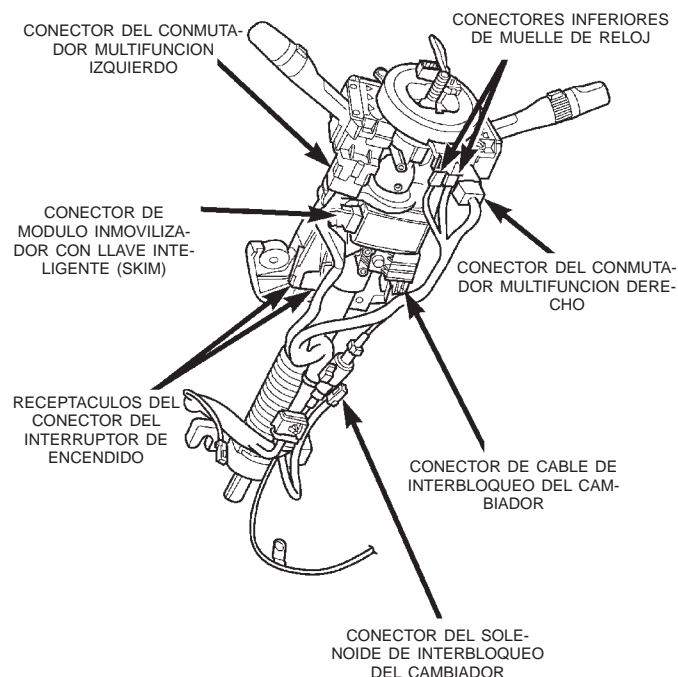

Fig. 34 Conexiones de la columna de dirección
(13) Descalce las dos mitades de la cubierta de la columna de dirección inclinable y retire ambas mitades de la columna de dirección.
(14) Desconecte los conectores de mazo de cables del tablero de instrumentos de los siguientes componentes de la columna de dirección (Fig. 34):
(22) Instale los ojales de masa de los conectores de mazo de cables del tablero de instrumentos en los espárragos del túnel de la transmisión de la plancha del suelo de la carrocería, en frente de y detrás del módulo de control del airbag y fije los ojales con tuercas. Apriete las tuercas con una torsión de 7,3 N·m (65 lbs. pulg.).
(23) Conecte nuevamente los conectores de mazo de cables del tablero de instrumentos a los siguientes componentes del túnel de la transmisión de la plancha del suelo de la carrocería:
(24) Conecte nuevamente los conectores izquierdo y derecho de mamparo del mazo de cables de la carrocería, el conector de consumo con encendido en la posición OFF (IOD) y el conector del mazo de cables del circuito B (+) protegido por fusible en los receptáculos del conector del tablero de conexiones. Instale los tornillos del conector de mamparo y apriételes con una torsión de 4 N·m (36 lbs. pulg.).
(25) Enganche el eje inferior de la columna de dirección con el acoplador del eje de la dirección y emplace la columna de dirección en los espárragos de instalación del soporte de la columna del tablero de instrumentos.
(26) Instale las cuatro tuercas que fijan la columna de dirección en los espárragos del soporte de la columna del tablero de instrumentos. Apriete las tuercas con una torsión de 11,8 N·m (105 lbs. pulg.).
(27) Instale el perno que fija el acoplador en el eje inferior de la columna de dirección. Apriete el perno con una torsión de 49 N·m (36 lbs. pie).
(28) Coloque el interruptor de encendido en la posición ON, después instale el conector de cable de interbloqueo del cambiador en el receptáculo del alojamiento de la traba de encendido.
(29) Conecte nuevamente los conectores de mazo de cables del tablero de instrumentos a los siguientes componentes de la columna de dirección (Fig. 34):
(30) Emplace la cubierta inferior de la columna de dirección inclinable en el alojamiento de instalación del conmutador multifunción de la columna de dirección, luego instale el tornillo que fija la cubierta al alojamiento. Apriete el tornillo con una torsión de 1,9 N·m (17 lbs. pulg.).
(31) Emplace la cubierta superior de la columna de dirección inclinable sobre la columna de dirección. Alinee entre sí las cubiertas superior e inferior y calce las dos mitades.